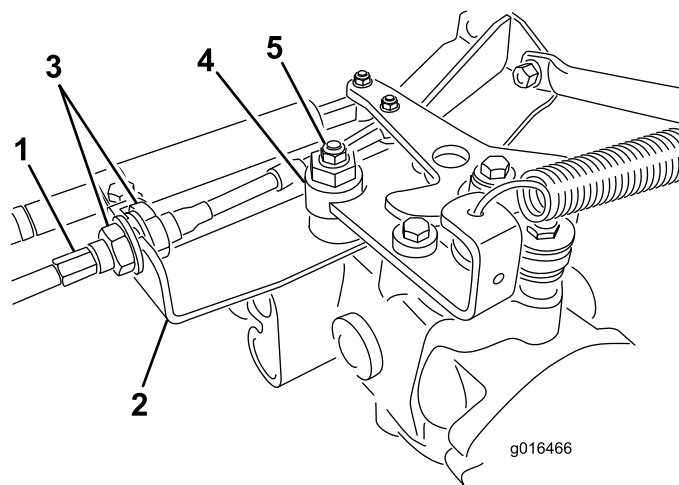

図 40
- A. 走行ケーブルを油圧トランスミッションのバルクヘッドに取り付けているジャムナット 図 40 を両方ともゆるめる。調整ができるよう、ジャムナットは十分に、また均等にゆるめること。
注 偏芯ナットをトランスミッション上部に止めているナット 図 40 をゆるめる。
- E. 調整ができれば固定ナットを締める 図 40。
- G. バルクヘッドのそれぞれの側から、ロックナットを均等に締め付けて、ケーブルを固定する 図 40。ケーブルをねじらないように注意すること。